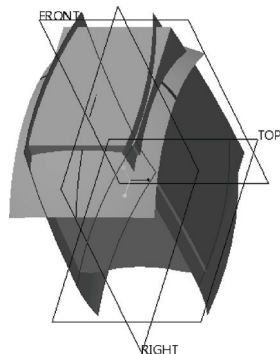

图 12-84 镜像结果
3) 单击“镜像”选项卡中的 (完成) 按钮, 镜像结果如图 12-84 所示。